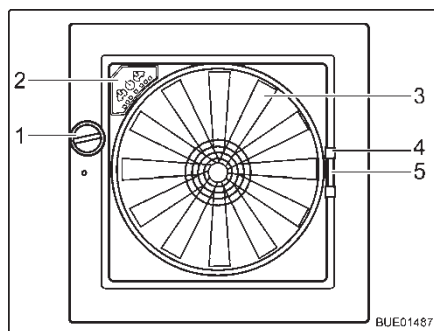

Fig. 85 Claraboya Omni-Vent
- Girar el botón giratorio (Fig. 85,1) hasta alcanzar el ángulo de apertura deseado.
- Girar el botón giratorio (Fig. 85,1) hasta que la claraboya esté completamente cerrada.
- Tirar del tirador (Fig. 85,4) de la protección contra insectos hacia el lado opuesto del marco.
- Comprimir el tirador (Fig. 85,5) del oscurecedor.
- Ventilador** Cuando la claraboya está abierta, el interior se puede ventilar y purgar de aire con el ventilador de 6 niveles (Fig. 85,3). El ventilador se maneja a través del cuadro de mando (Fig. 85,2).